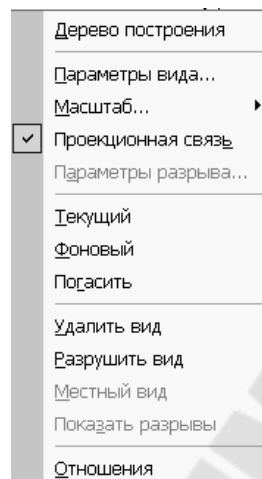

Рис. 89
2. Для построения верхнего элемента детали – прямоугольной четырехгранной призмы на верхней плоскости основания вычертим эскиз – квадрат со сторонами 40 мм (рис. 89) и приклеим призму выдавливанием на 50 мм (рис. 90).
2. Щелкнуть правой клавишей мыши внутри габаритной рамки для вызова контекстного меню (рис. 89).
- с помощью кнопки  **Местный вид** на странице **Ассоциативные виды** (рис. 91) строим местный вид, для которого можно выбрать свой масштаб, например, 2:1 с помощью контекстного меню редактирования вида (рис. 89), которое вызывается щелчком правой кнопкой мыши на выделенном виде. При изменении масштаба следует изменить обозначение местного вида: A (2:1).